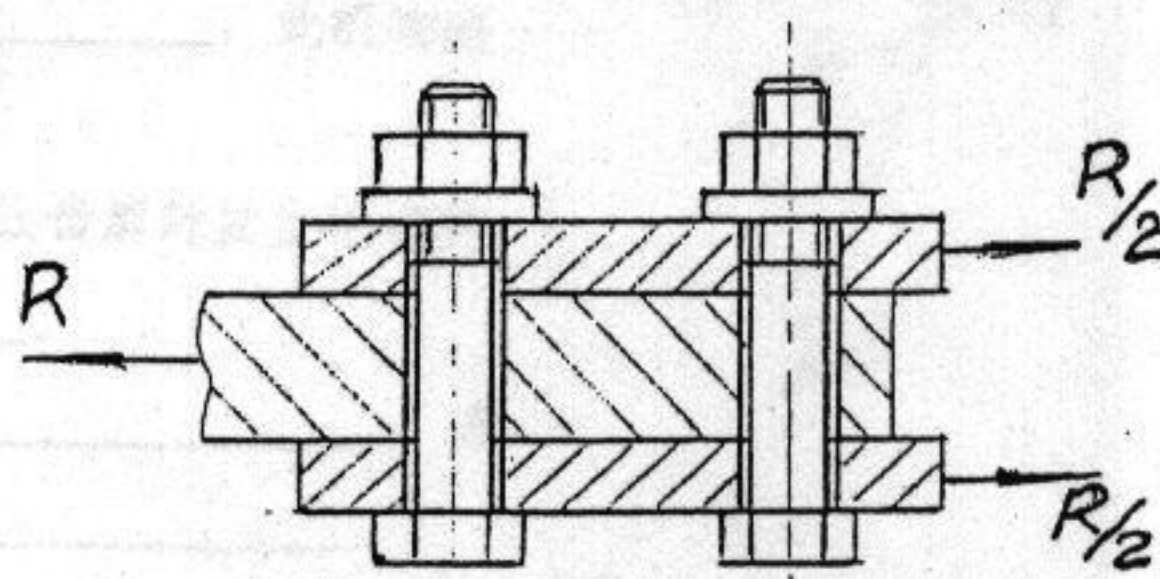

图 7
1. 在图 7 所示的普通螺栓联接中，采用两个 M20 的螺栓，其许用拉应力 $[\sigma] = 160 \text{ MPa}$ ，联接件结合面的摩擦系数 $f_r = 0.20$ ，可靠系数 $K_f = 1.2$ 。试计算该联接允许传递的最大载荷 $R = ?$ （M20 螺栓的内径 $d_1 = 17.294 \text{ mm}$ ）